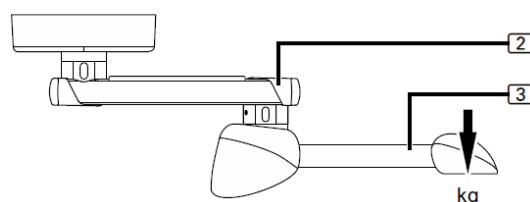

Fig.21 Point d'application de la charge
La capacité de charge maximale est le poids maximal qui peut être supporté par le bras ou l'ensemble de bras, dans le cas de l'exemple illustré à la figure 21, une configuration avec un bras d'extension (2) et un bras motorisé (3) est illustrée. La charge maximale est comptée comme appliquée sur l'axe vertical autour duquel la tête de service tournera.